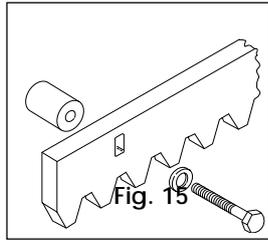

Fig. 15
**4.4.2. CREMALLERA DE ACERO PARA ATORNILLAR (Fig. 15)**